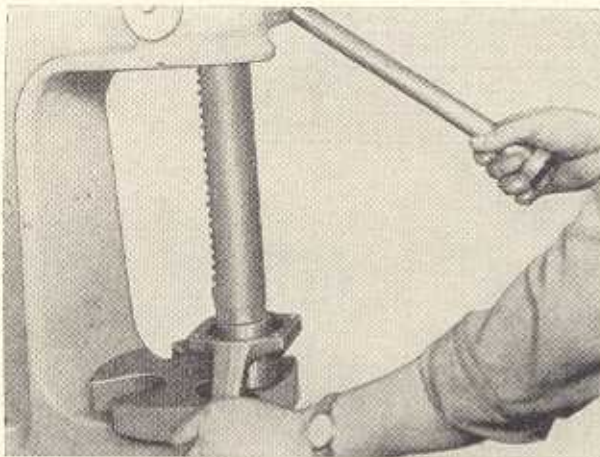

Bild F 44. Einpressen des Wellendichtringes in das Schwenklager (W-210 747)
2. Gefettetes Rillenslager 6009 und Wellendichtring in die Radnabe einpressen und mit Getriebefett „Ceritol M 28 T 4“ ausstreichen (je Radantrieb insgesamt 70 g) (Bild F 44).